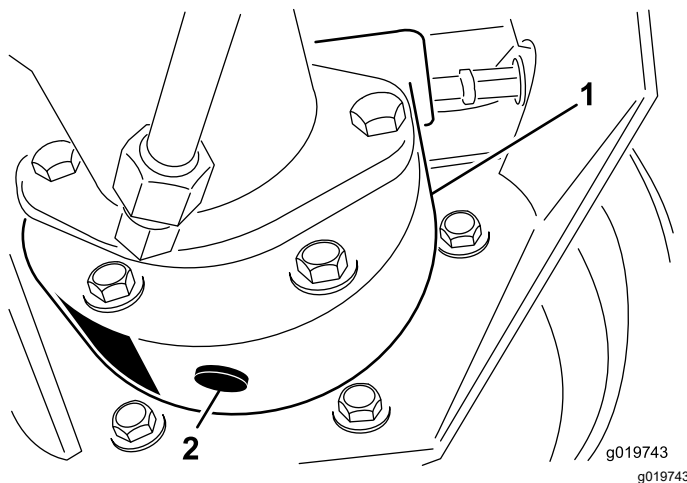

Figure 92
4. Placez un bac de vidange sous le carter de frein et enlevez le bouchon pour permettre à l'huile de s'écouler (Figure 92).